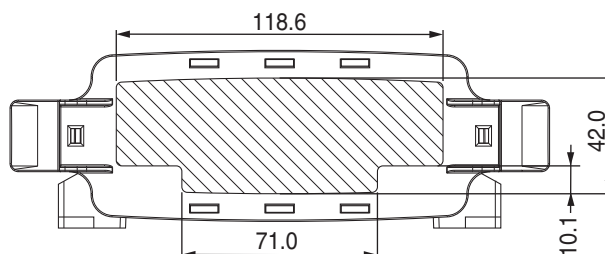

图14 ECS-P...B的可用连接器区域
ECS-P...B面板可根据需要在面板上的特定区域内实现连接器的布置。可添加至ECS-P...B (GY)的连接器的布置和数量限制在图14中定义的区域。